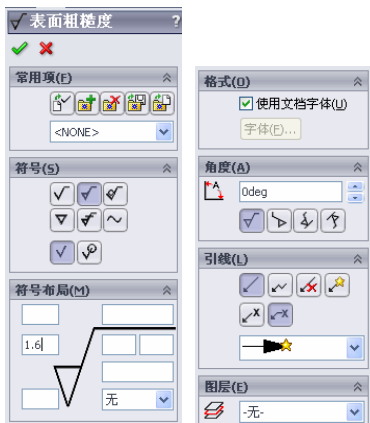

图 15-17 “表面粗糙度”属性管理器
① 选择“注解”工具栏中的按钮,会出现“表面粗糙度”属性管理器,在属性管理器中设置各参数如图 15-17 所示。图 15-15 “尺寸”属性管理器
② 设置完成后,移动光标到需要标注表面粗糙度的位置,单击即可完成标注,单击